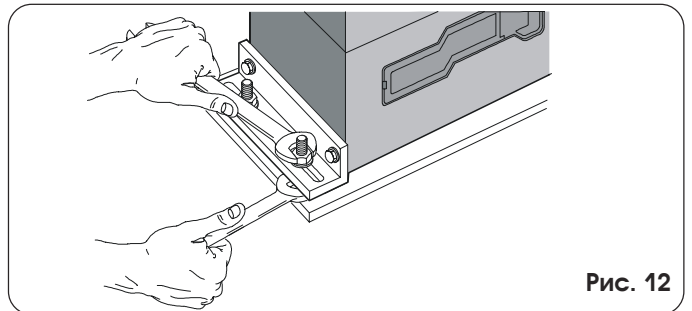

Рис. 12
- 5) Закрепите редукторный электродвигатель на монтажной пластине, затянув гайки, как показано на рис. 12.